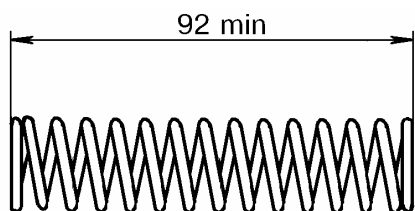

Рис. 12.
4.2.4 Пружина 2101-1602620 главного цилиндра – рис. 12.